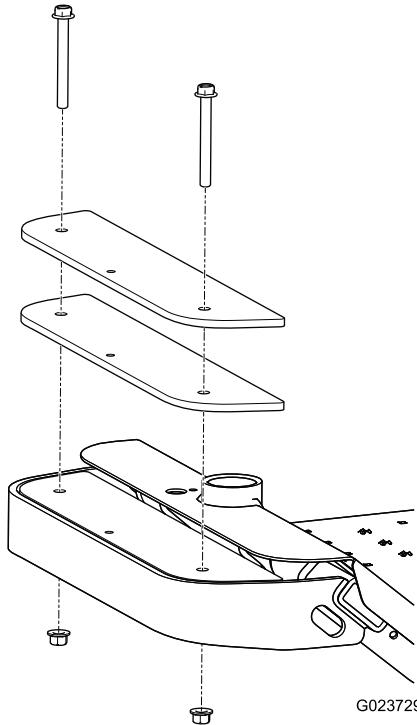

Figura 11
1. Retire os 2 parafusos e as 2 porcas que prendem os pesos existentes na frente da máquina (Figura 11).